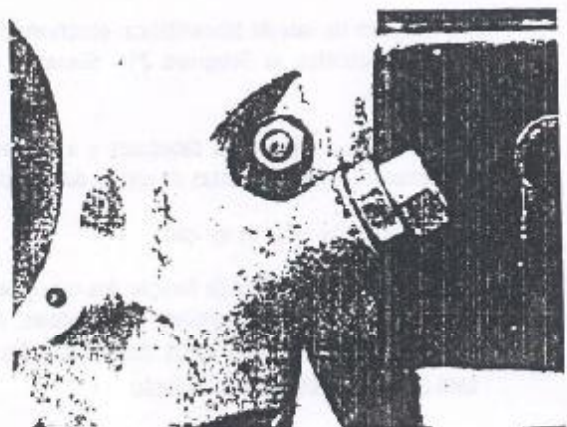

Figura 1.01.9 - Conjunto tensor da corrente da distribuição.
ajuste, a porca de rosca dupla, a mola e o tucho de encosto (Figura 1.01.9)
1. Remover a contraporca do conjunto do tensor (Figura 1.01.9).